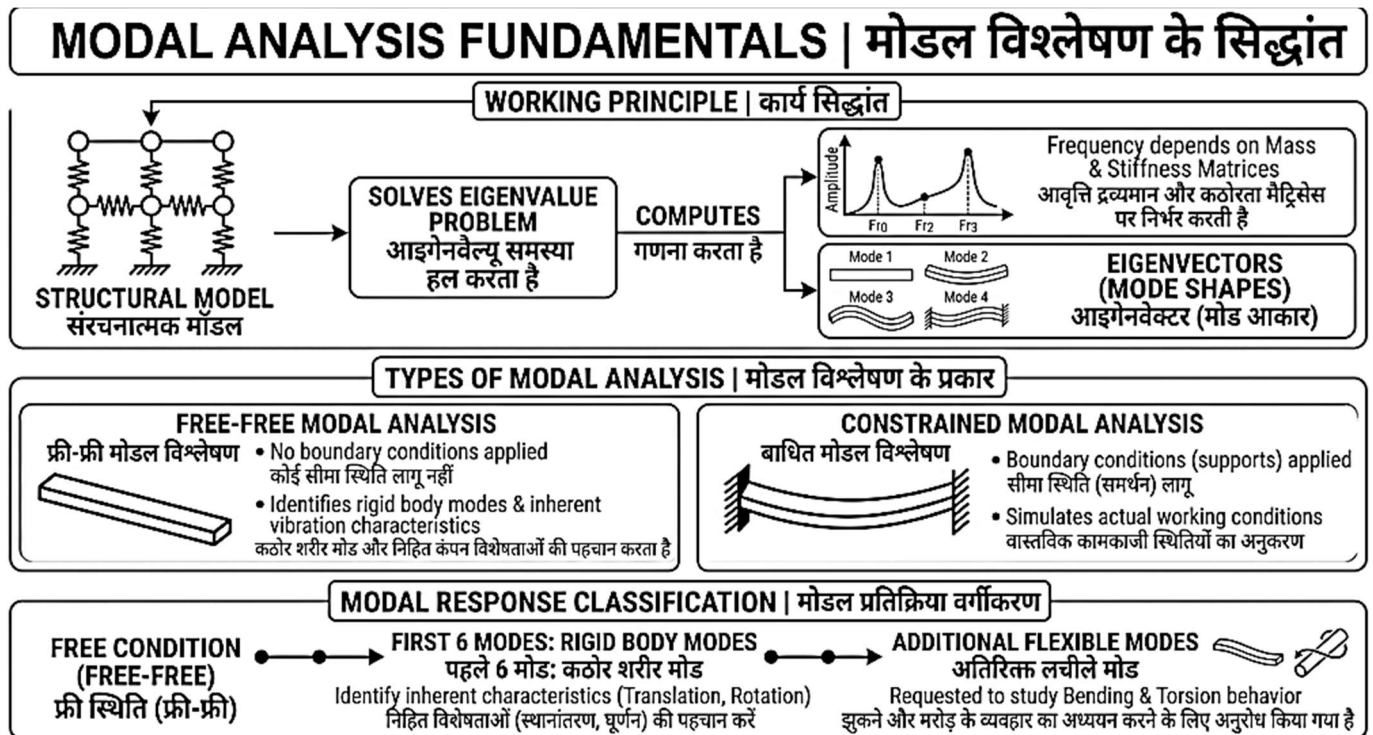

Fig. 2.8: Modal Analysis Fundamentals | मोडल विश्लेषण के सिद्धांत
2.8.1 Types of Modal Analysis (Fig. 2.8)
2.8.1 मोडल विश्लेषण के प्रकार (Fig. 2.8)